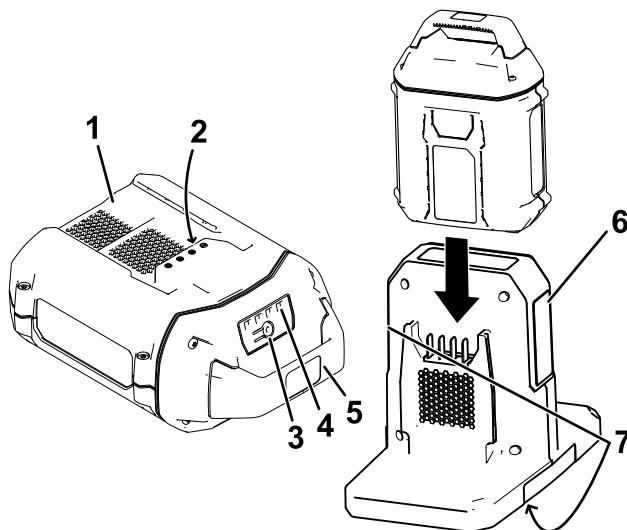

Bild 3
2. Fluchten Sie das Loch im Akku (Bild 3) mit der Zunge am Ladegerät aus.
3. Schieben Sie den Akku in das Ladegerät, bis es einrastet (Bild 3).